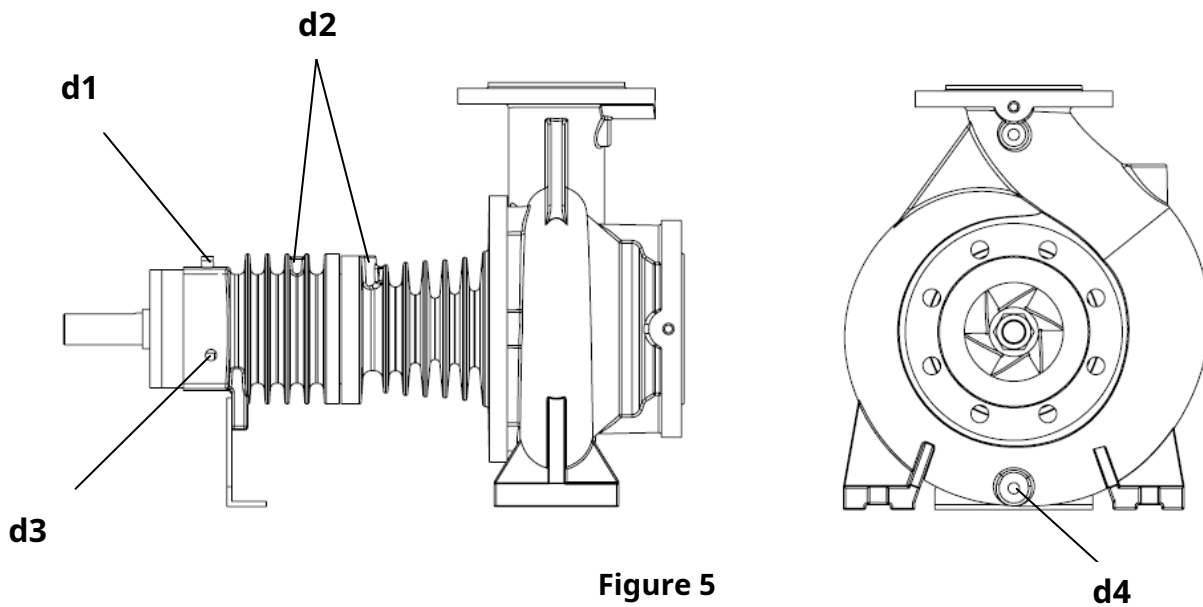

Figure 5
- Il y a des points de connexion dans chaque pompe pour décharger la pompe et éliminer les fuites dans le lit d'étanchéité. **(figure 5)** Ces connexions peuvent être connectées au réservoir de décharge au moyen de tuyaux si demandé. Il doit y avoir une vanne d'isolement dans le tuyau utilisé pour le déchargement de la pompe et cette vanne et ce tuyau doivent être adaptés à la pression de fonctionnement maximale de la pompe.